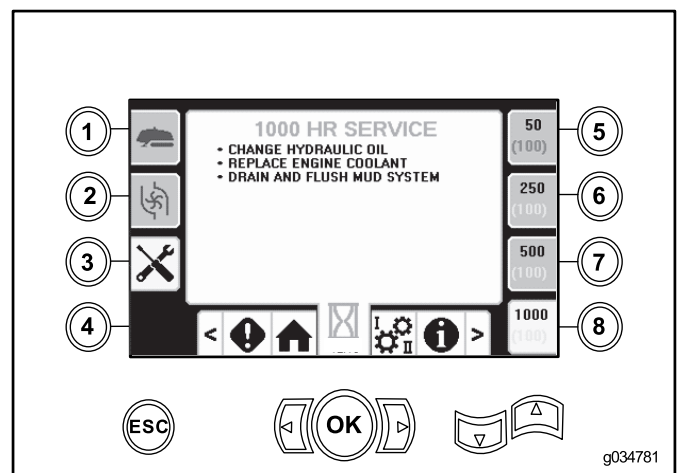

Figura 9
- Botón 8 – Programa de mantenimiento de 1,000 horas (Figura 9)